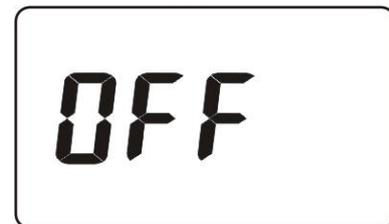

Fig. 5
5. Para desligar o instrumento no final da utilização, premir o botão multifunções “1” durante mais de 3 segundos e será apresentado o ecrã da Fig. 5 durante alguns instantes.